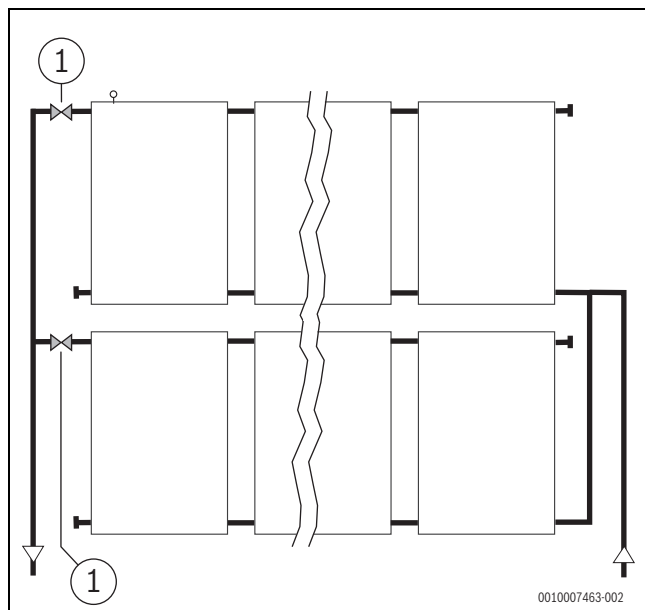

Bild 188 Spülen von parallel geschalteten Kollektorfeldern
- ▶ Im Vorlauf glykol- und temperaturbeständige Absperrarmaturen (→ Bild 188, [1]) montieren.